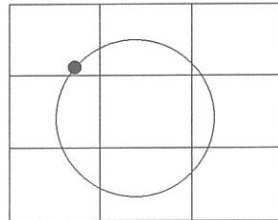

FIG 17
7. Tournez le contrôle de phase (8). Si vous voyez un cercle, les bobines ne sont pas équilibrées. Avec les contrôles d'équilibrage (6 et 7), mouvez le spot au centre du cercle. Voyez les figures 17 et 18.